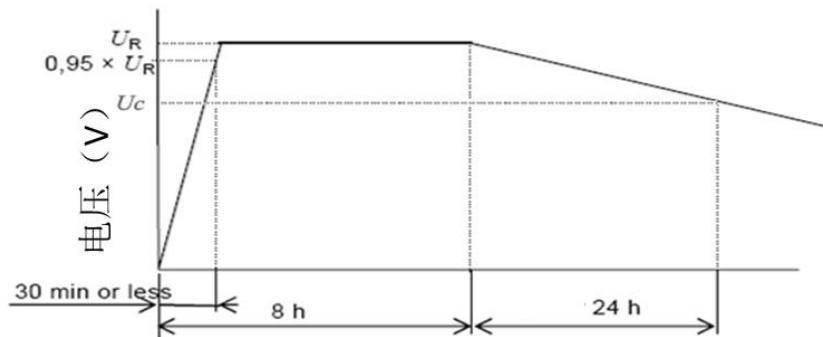

图5 自放电测试曲线图
- 在恒压充电 8h 结束后, 将电容器两端从电压源断开, 置于标准条件下 24h 后, 测量电容器两端的残留电压 U_c , 如图 5 所示。